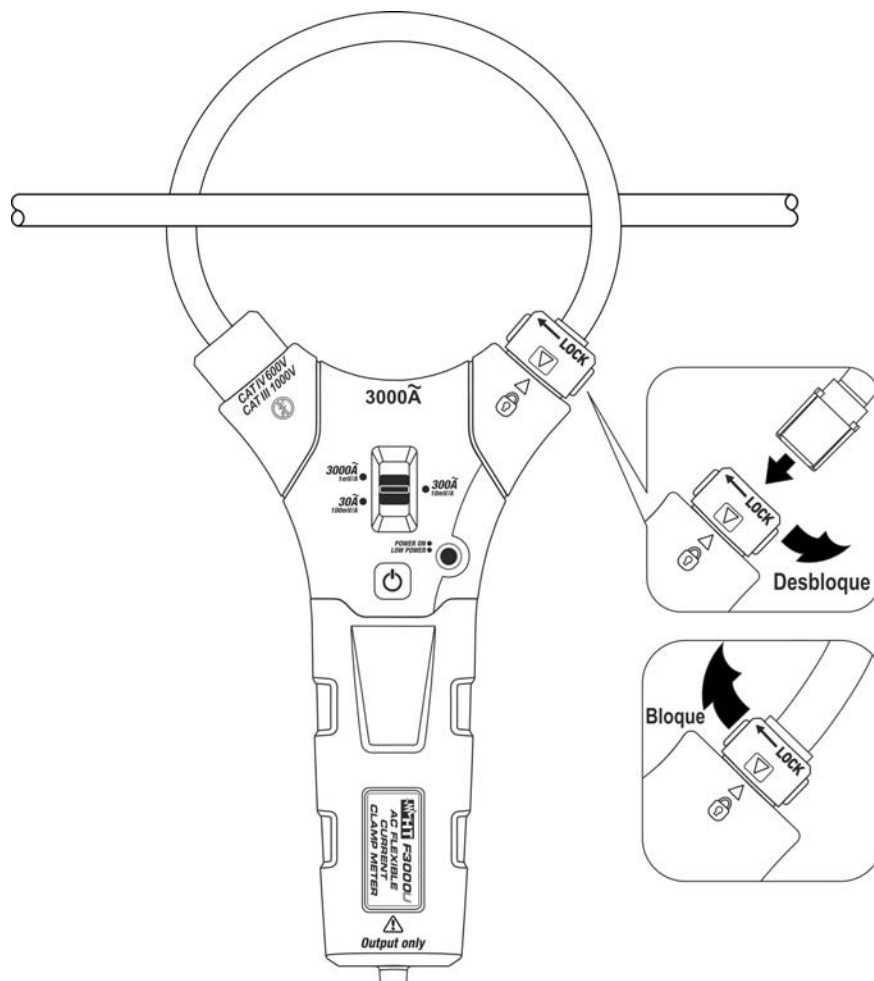

Fig. 2: Apertura/cierre del toroidal flexible
- Para obtener las características de precisión declaradas posicione siempre el conductor lo más centrado posible con respecto al centro del toroidal (vea la Fig. 2)
1. Girar un cuarto de vuelta en sentido antihorario el conector de fijación para desbloquear el toroidal (vea la Fig. 2)
3. Inserte el toroidal en el conector de fijación y gire el conector un cuarto de vuelta en sentido horario hasta alinear las dos flechas presentes en el plástico para bloquear el toroidal (vea la Fig. 2)